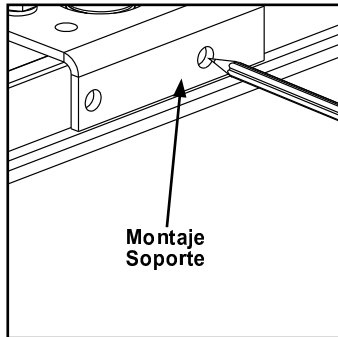

Figura 3-94
- Paso 1. Use riel de montaje como plantilla para marcar el riel. Vea Figura 3-94.